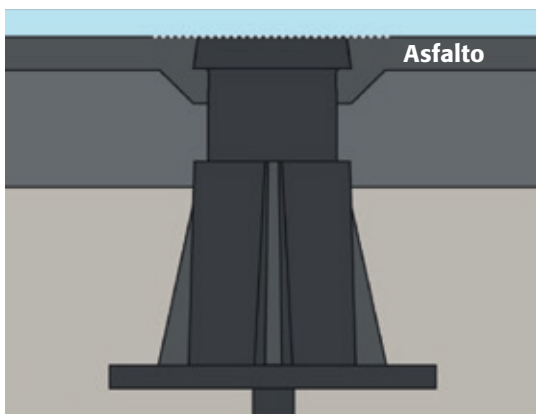
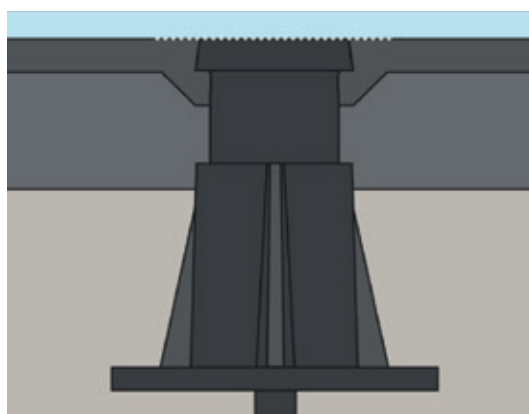

Fig. 5
Fig. 6
10. Rimuovere lo strato di asfalto sopra il chiusino, sollevare la parte superiore – riempire con asfalto – comprimere. (**Fig. 5**) La parte superiore deve essere priva di corpi estranei. Durante la compattazione la parte superiore deve sporgere al massimo 2 cm dal livello dello strato di asfalto (per lo stato di posa finale vedere la **fig. 6**).